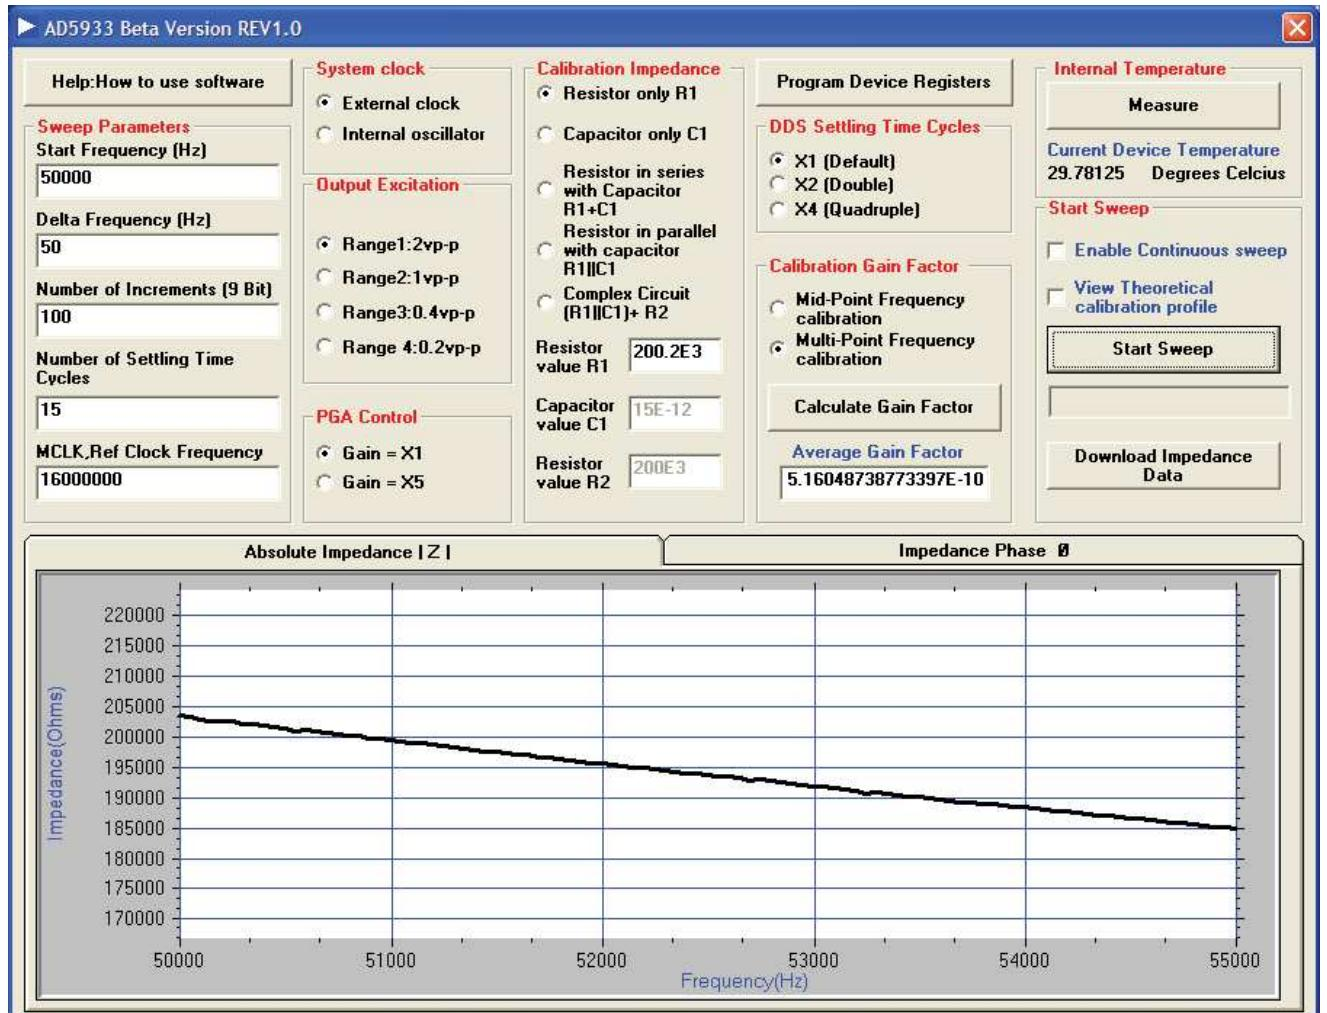

図 3. コンデンサのインピーダンスの測定
**Start Sweep** をクリックして図 3 に示したグラフを観察します。